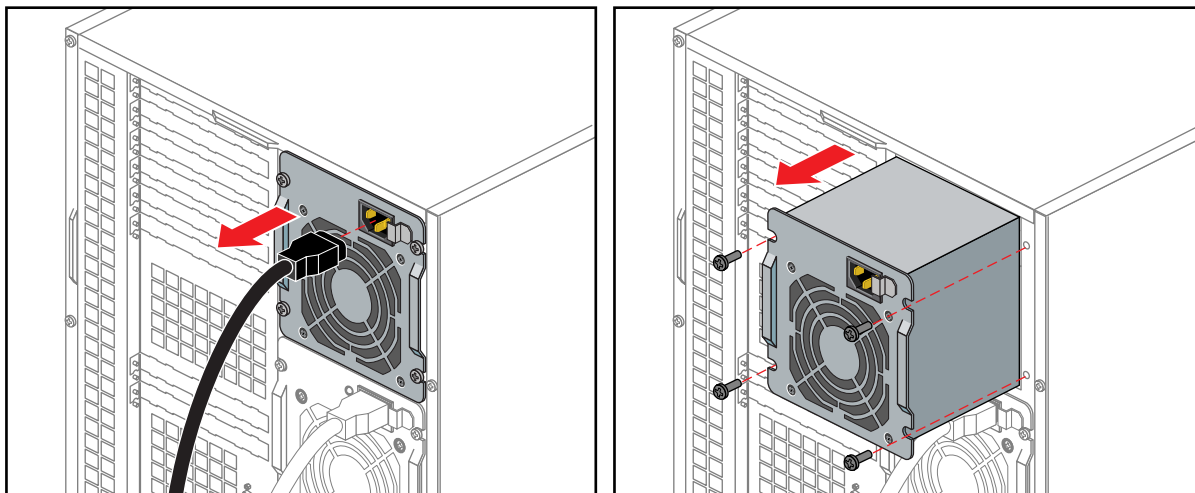

図 5-4 電源の取り外し
3. 左右の垂直張り出し部分に指を掛け、均等に手前に引っ張って電源を水平にベイから引き出します (図 5-4)。